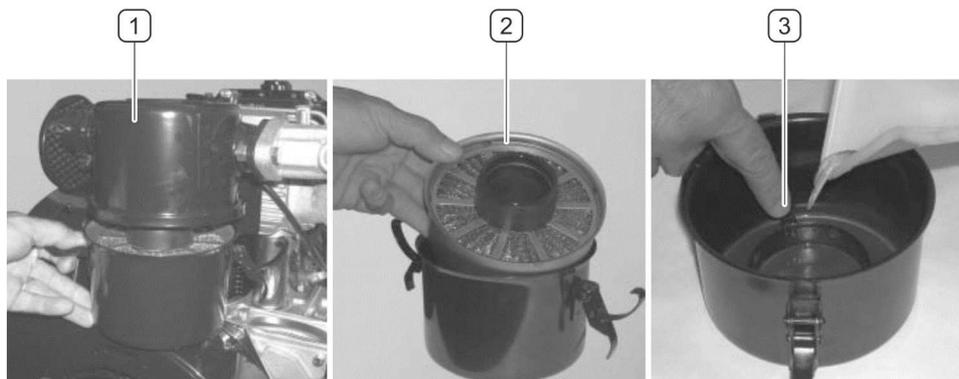

ABBILDUNG 4.4 Kontrolle des Ölstands im Ölfilter
- Den Luftfilter (1) öffnen und das Filterelement (2) herausnehmen (ABBILDUNG 4.4).
- Den Ölstand im Filter prüfen. Er muss die Markierung (3) erreichen. Bei Bedarf Motoröl nachfüllen.
- Das Filterelement (2) einsetzen und den Filter (1) schließen.